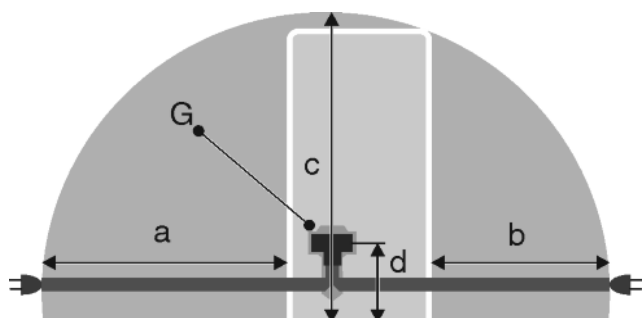

Fig. 28
- Gniazdo znajduje się poza tylną częścią urządzenia w podanym obszarze Fig. 28 (a, b, c).
- ▶ Wtyczkę urządzenia Fig. 28 (G) podłączyć z tyłu urządzenia. Zwrócić uwagę na prawidłowe zażębie.